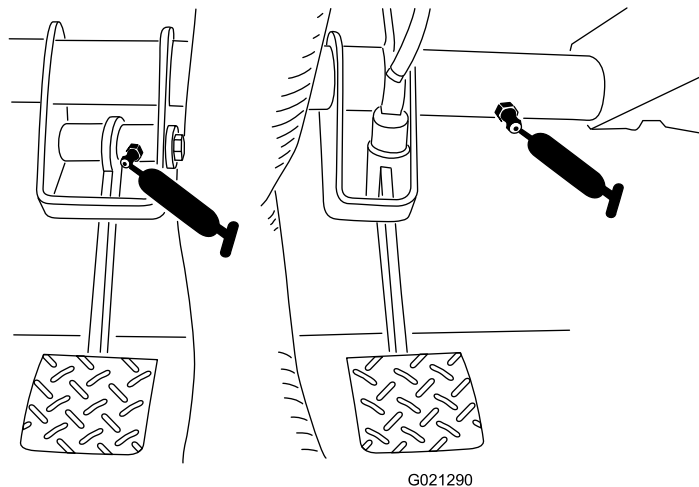

Figura 38
- Frizione (1) e freno (1) (Figura 38)